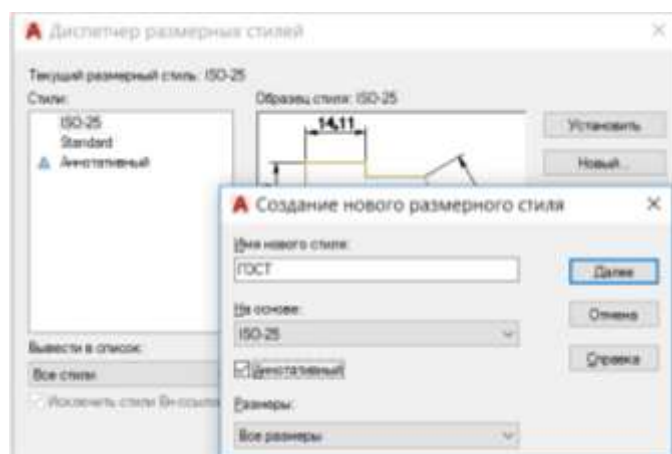

Рис. 1.9
2. В диалоговом окне «Диспетчер размерных стилей» (рис.1.9):